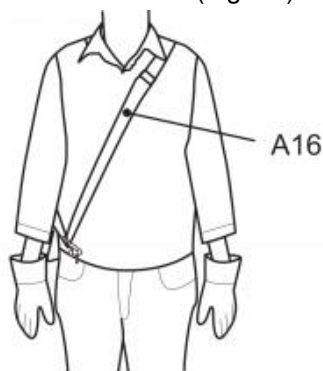

Fig. 33
2. Placez le harnais (A16) de manière à ce qu'il passe sur l'épaule gauche, en traversant la poitrine et le dos. Le clip de fixation (A18) doit être situé au niveau de la hanche droite (Fig. 33).